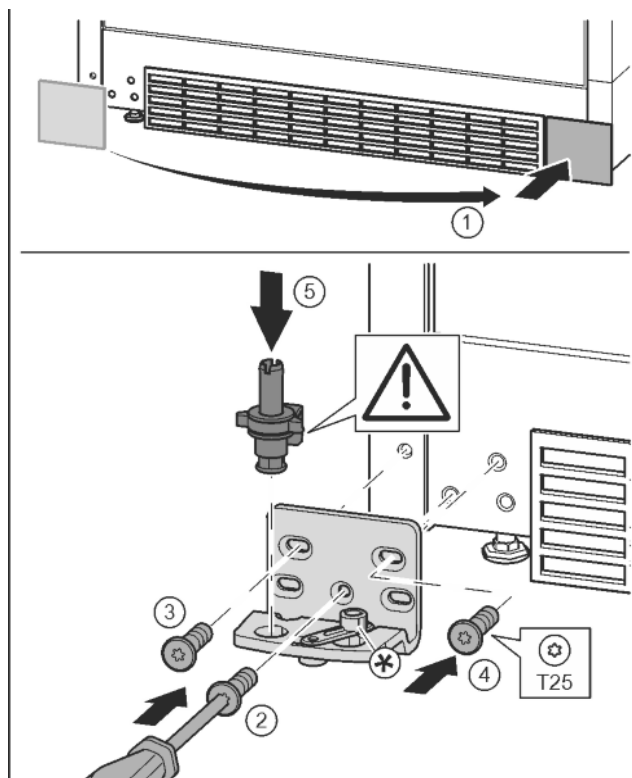

Fig. 18
- ▶ Abdeckung abnehmen und auf der anderen Seite anbringen. Fig. 18 (1)
- ▶ Lagerbock auf der anderen Seite ansetzen und mit Hilfe eines Schraubendrehers T25 anschrauben. Mit Schraube 2 unten in der Mitte beginnen. Fig. 18 (2)
- ▶ Schraube 3 und 4 festschrauben. Fig. 18 (3, 4)
- ▶ Lagerbolzen komplett einsetzen. Dabei darauf achten, dass der Rastnocken nach hinten zeigt. Fig. 18 (5)